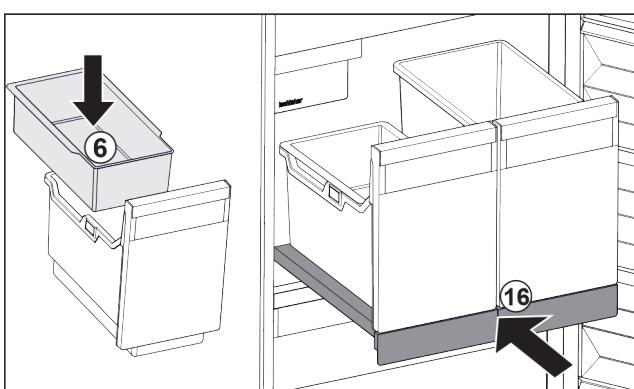

Fig. 87
- Vsadte závěsnou misku Fig. 87 (6) pro kostky ledu.
- Zasuňte vysouvací přihrádku s nádobou (IceTower). Fig. 87 (16)